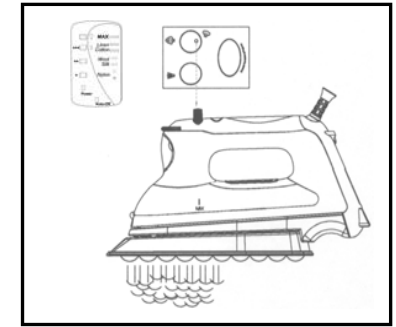

Fig. 3
3. Tournez bouton de vapeur à gauche à la position de jet de vapeur. (Fig. 3)